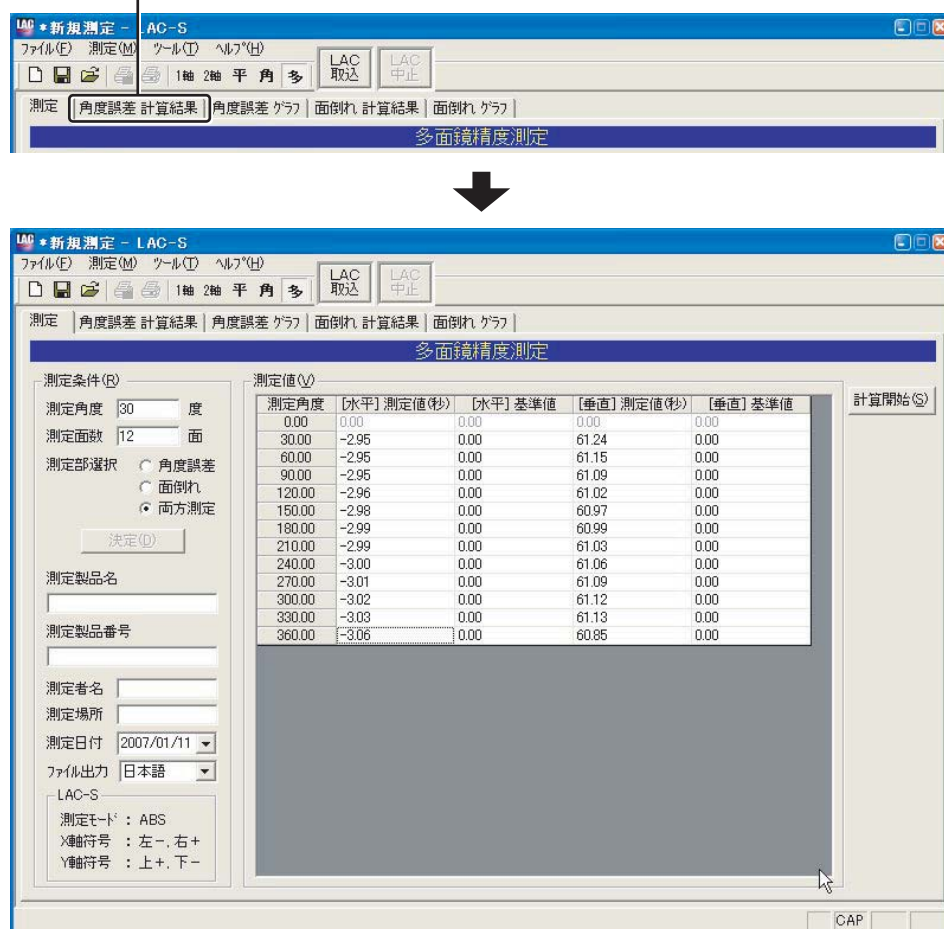

図5-11-9
5.11.2で行った「計算結果」を表示します。多面鏡精度測定画面の「角度誤差 計算結果」タブをクリックすると「角度誤差 計算結果」が表示されます(図5-11-9)。